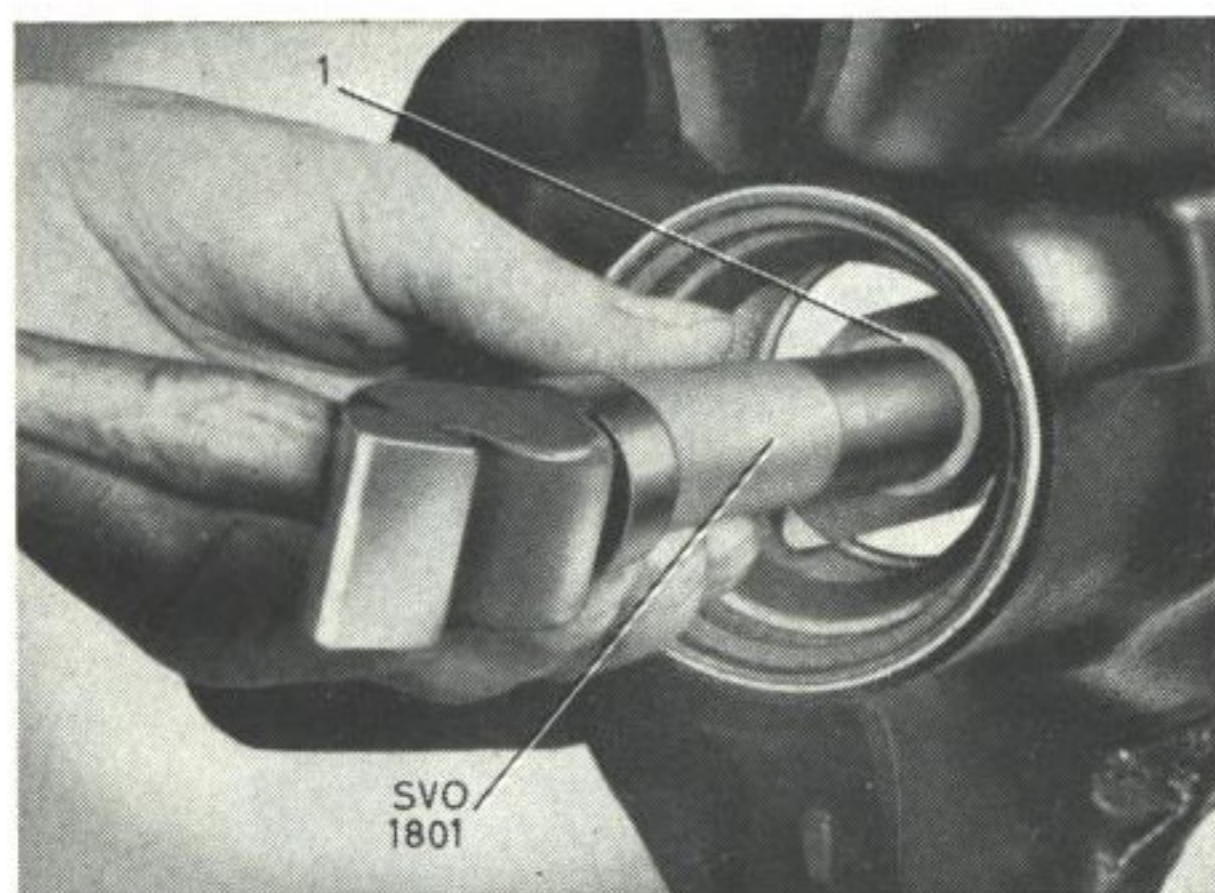

Bild 11. Demont. av lagerring.
5. Driv vid behov ut lagrens ytferringar, bild 11. Använd SVO 4063 för främre och SVO 4064 för bakre lagerringen samt standardskaft SVO 1801. Tag vara på justermellanläggen (28).